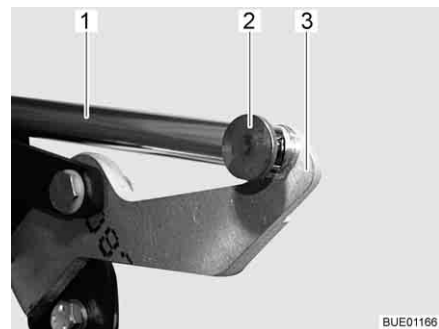

Bild 118 Drivning
- Ta bort förbindelsen (t. ex. stift och fkåderkontakt) (Bild 118,2) mellan skjutstången (Bild 118,1) och armen (Bild 118,3).